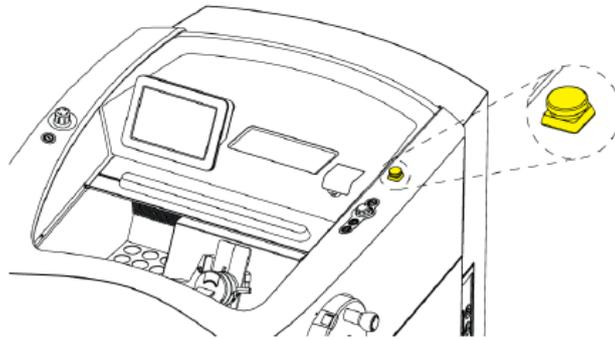

图 2
4.1 紧急停机：出现任何紧急情况，可按下机器右侧的紧急停机按钮（如图 2），以减少意外情况的发生。